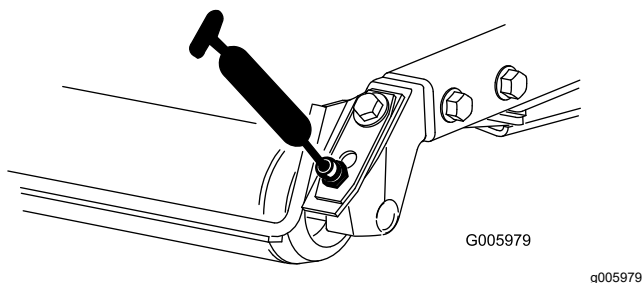

Figure 49
- Roulements de rouleau arrière (2 par unité de coupe), comme montré à la Figure 49